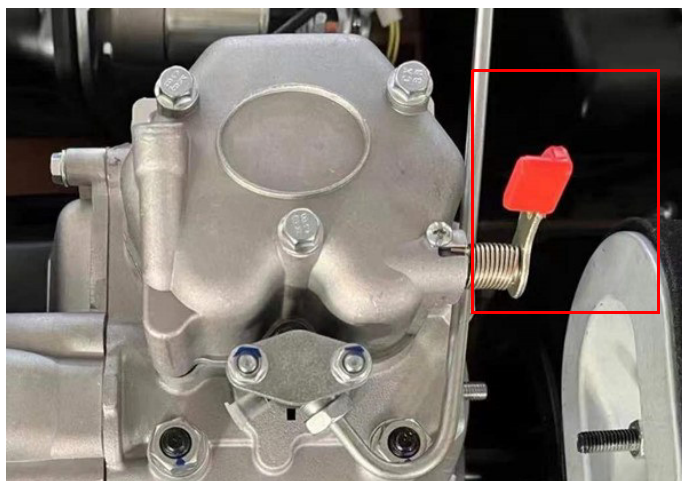

Abb. 8-1: Dekompressionshebel
- ➔ Entfernen Sie den Öldeckel/Ölmesstab (Pos. 1, Abb. 8-1), damit das Motoröl besser abfließen kann.
- ➔ Entfernen Sie die Ablassschraube an der Unterseite des Zylinderblocks (Pos. 2, Abb. 8-1). Lassen Sie das Öl entweichen.
- ➔ Nachdem das gesamte Öl aus dem Motor abgelassen wurde, setzen Sie die Ablassschraube (Pos. 2, Abb. 8-1) ein und fixieren Sie diese.